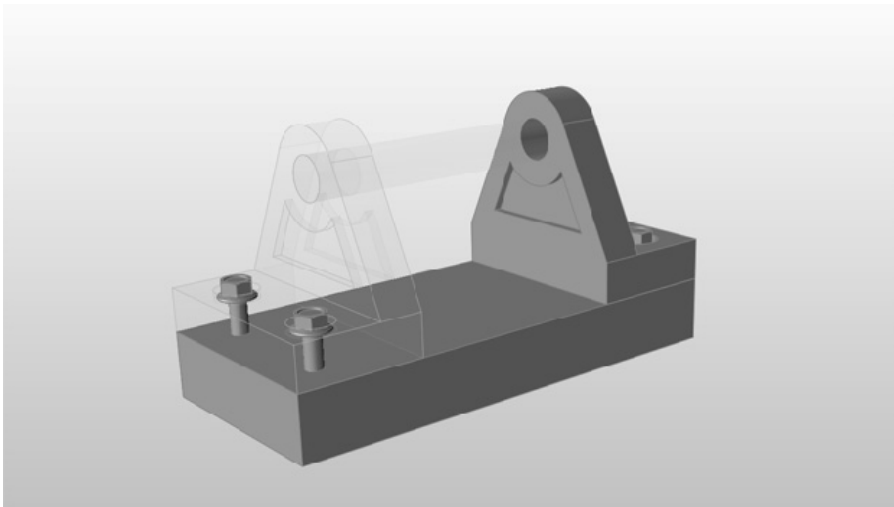

图 2-11
- 3) 在模型视窗中，单击一个或者多个零件，被选中零件即变为透明，并且在模型浏览器中变为灰色，如图 2-11 所示。